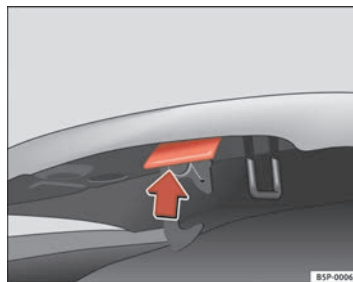

Abb. 165 Öffnungsgriff unterhalb der Motorraumklappe
- Den Hebel unterhalb der Motorraumklappe nach oben ⇒ Abb. 165 drücken. Dabei wird der Fanghaken entriegelt.